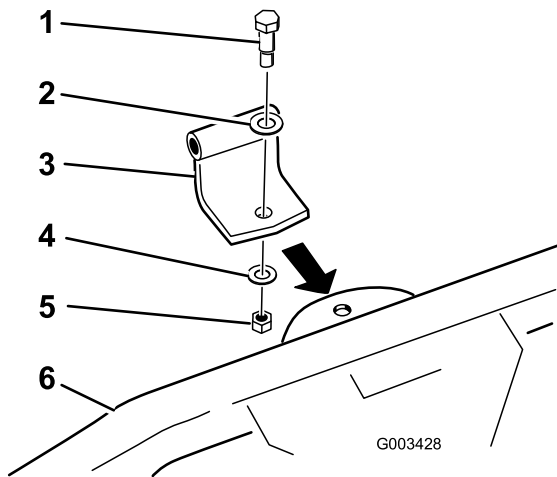

Figure 3
- Fixez le support de pivot courbe au râteau d'entretien souple avec un boulon à épaulement, une rondelle (0,531 x 1,063), une rondelle (0,469 x 0,922) et un contre-écrou (7/16") comme illustré à la Figure 3.